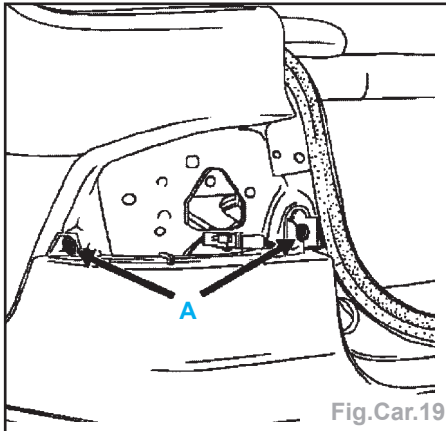

Fig.Car.19
- les vis supérieures (A) (Fig.Car.19),
- Appliquer du mastic de bourrage autour des fixations supérieures (A) (Fig.Car.19)